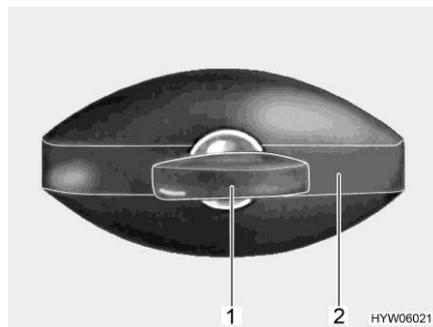

Fig. 74 Cerradura de la trampilla (de forma elíptica, cerrada)
- Introducir la llave en el cilindro de cierre (Fig. 74,1) y girarla un cuarto de vuelta en sentido contrario a las agujas del reloj. El asidero de la cerradura (Fig. 74,2) se abre de golpe.